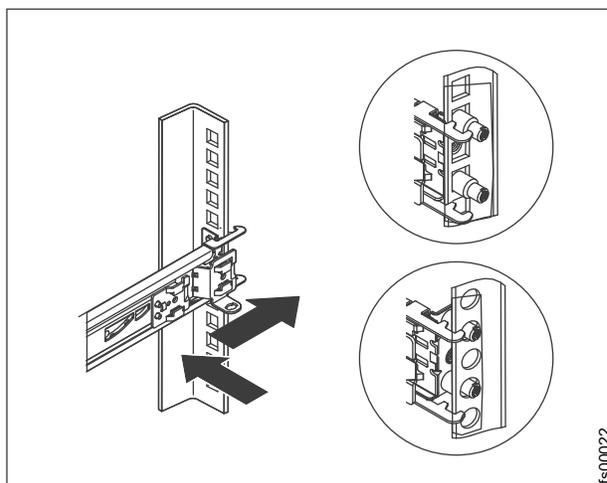

Figura 39. Instalando a extremidade traseira dos trilhos deslizantes
4. Na frente do rack, alinhe os dois pinos na traseira do trilho deslizante na unidade selecionada na traseira do rack. Empurre os trilhos para que os pinos entrem nos orifícios e deslize os trilhos no rack para travar a traseira dos trilhos deslizantes no rack. Consulte Figura 39 na página 90